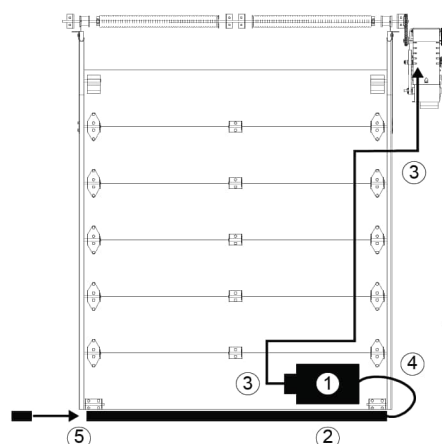

Figura 37 - Borde de detección
1. Colocar el interruptor de aire en posición, consultar la Figura 37.
1. Colocar la caja de conexiones en posición, consultar la Figura 37.